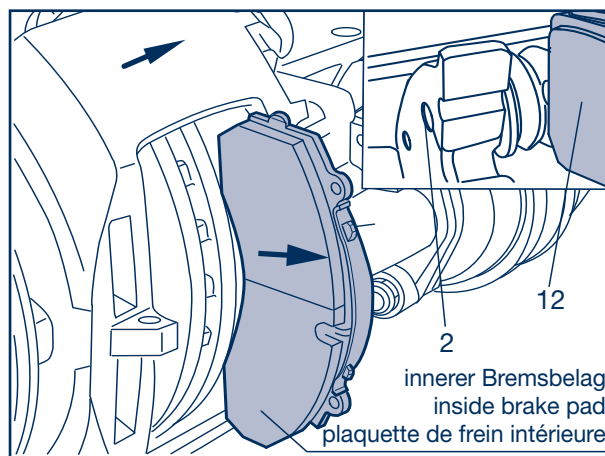

Fig. 6
- [8] Der innere Bremsbelag wird über die Führungsnasen im Bremsträger (2) geführt (Fig. 6).
- [10] Inneren Bremsbelag (12) in Richtung Bremszylinder schieben bis dieser aus den Führungsrillen des Bremsträgers (2) herausgeschoben werden kann. Jetzt kann der innere Bremsbelag (12) aus dem Belagschacht gezogen werden.
Bei eingelaufener Bremsscheibe sind die neuen Beläge an Innen- und Außenradius (Pfeil, Fig. 6) anzufasen (4 x 45°).
- [15] Inneren Bremsbelag einsetzen. Der innere Bremsbelag wird über die Führungsnasen in den Führungsrillen des Bremsträgers geführt (Fig. 6).
- [8] The inside brake pad is held in place by the guide lugs in the brake anchor plate (2) (Fig. 6).
- [10] Push the inside brake pad (12) towards the brake cylinder until it can be pushed out of the guide grooves in the brake anchor plate (2). Now the inside brake pad (12) can be pulled out of the pad cavity.
If the brake disc is worn, the inner and outer radius of the new linings (arrow, Fig. 6) must be chamfered (4 x 45°).
- [15] Insert the inner brake pad. The inner brake pad is guided by the guide lugs in the guide grooves of the brake anchor plate (Fig. 6).
- [8] La garniture de frein intérieure est guidée par les taquets de guidage dans le support de frein (2) (fig. 6).
- [10] Pousser la garniture de frein intérieure (12) en direction du cylindre de frein jusqu'à ce qu'elle puisse être retirée des gorges de guidage du support de frein (2). Retirer alors la garniture de frein intérieure (12) de son logement.
Dans le cas de disques de frein rodés, les nouvelles plaquettes (flèche, Fig. 6) doivent être biseautées aux rayons intérieurs et extérieurs (4 x 45°).
- [15] Insérer la garniture de frein intérieure. La garniture de frein intérieure est guidée par les taquets de guidage dans les gorges de guidage du support de frein (fig. 6).